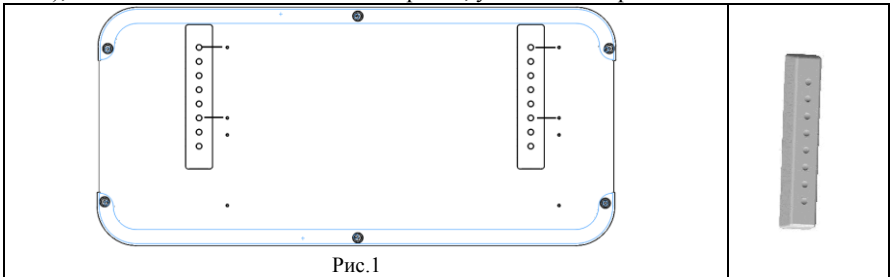

Рис.1
5.1. К полке (поз.1) снизу установить СУТ.14.212 Проставку (поз.1 пакет №59), совместив технологические отверстия, указанные на рис.1.